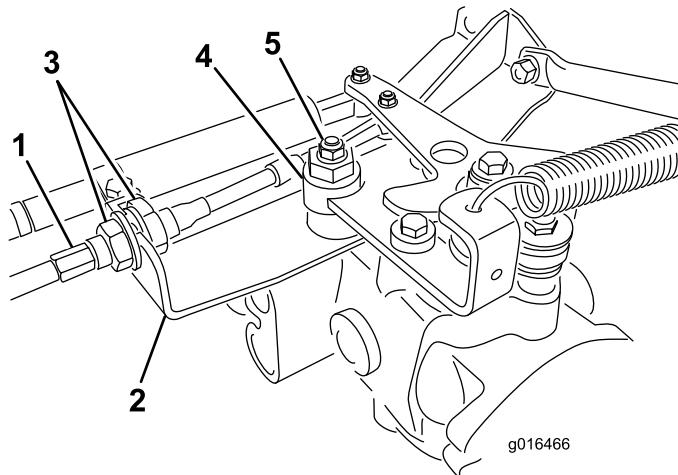

図 43
- A. 走行ケーブルを油圧トランスミッションのバルクヘッドに取り付けているジャムナット図 43を両方ともゆるめる。ジャムナットは調整ができるよう十分に、また均等にゆるめること。
- B. 偏芯ナットをトランスミッション上部に止めているナット図 43をゆるめる。
- D. どちらにも車輪が回らないように偏芯ナットを回して調整する。調整ができたら固定ナットを締める図 43。スロットル低速および高速位置で調整が正しいことを確認する。
定する図43。ケーブルをねじらないように注意すること。